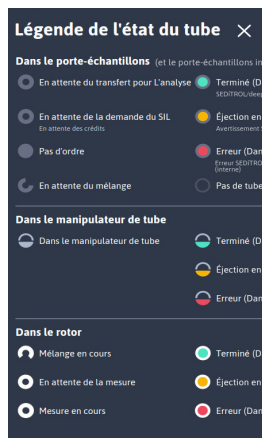

Figure 16
- Légende des échantillons** : légende des couleurs pour l'état des échantillons embarqués (figure 16).
- État de l'échantillon** : chaque cercle représente une position de l'échantillon. Lorsque vous touchez l'un des cercles, vous obtenez des informations sur l'échantillon correspondant à cette position. Les cercles sont codés par couleur pour indiquer l'état de l'échantillon, et la légende des échantillons (figure 16) est accessible en appuyant sur l'icône en forme de point d'interrogation (2) dans le coin supérieur droit de l'écran d'accueil.